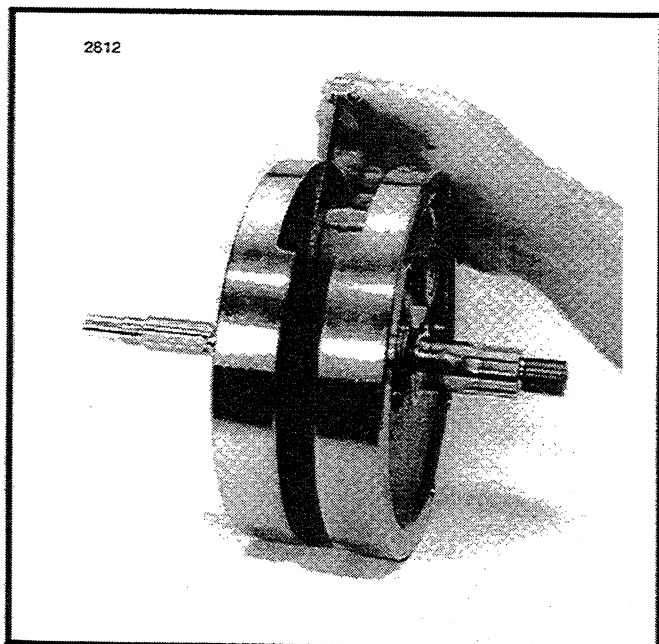

Figure 3-84. Vérification du jeu latéral des bielles
18. Voir Figure 3-84. Une fois l'embellage aligné, mesurez le jeu latéral des bielles avec un calibre d'épaisseur comme sur la figure. S'il est supérieur à la tolérance indiquée dans les SPECIFICATIONS, serrez les écrous de maneton jusqu'à ce que la tolérance soit atteinte. Un jeu insuffisant entre les bielles et les masses est causé par une des conditions suivantes: